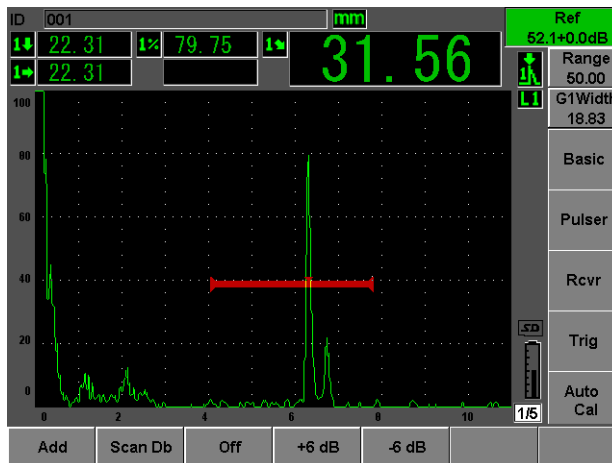

図 2-19 基準ゲイン設定
4. 感度を設定するために、感度校正用の穴に向けて探触子を接触させ、穴からの反射エコーの位置にゲート 1 を配置します。**(自動 XX % : AUTO XX %)** で、指示位置がフルスクリーン高さの 80 % になるようにゲインを調整し、**[2ND F]**、**(REF dB : dB±XX %)** を押して基準ゲインを設定します (50 ページ図 2-19 参照)。